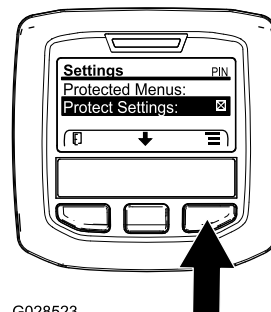

Figura 16
1. A partir do menu PRINCIPAL, utilize o botão central para ir até ao menu de DEFINIÇÕES e prima o botão direito (**Figura 16**).